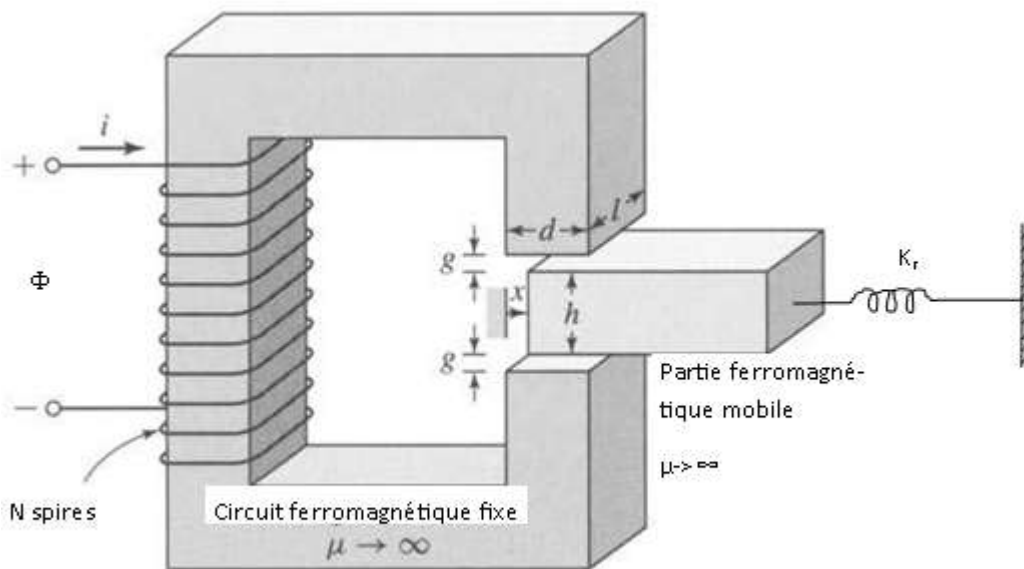

Figure 2
6) On considère que la force d'un ressort est exercée dans la direction de déplacement (Figure2).